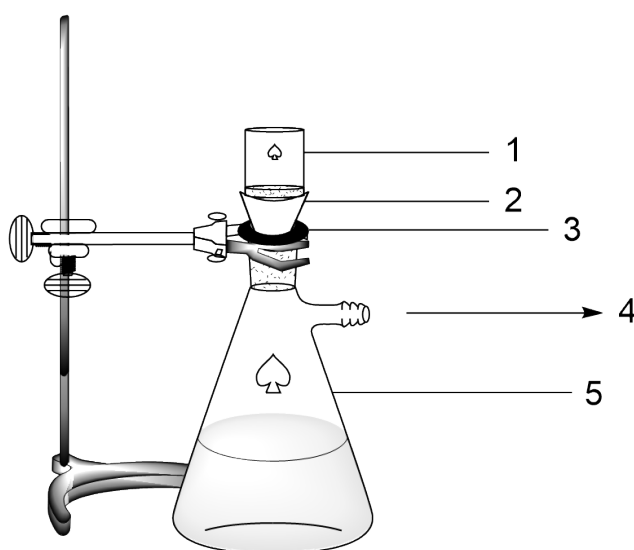

图 4:1 = 玻璃砂芯漏斗, 2 = 锥形橡胶垫圈, 3 = 橡胶保护圈, 4 = 连接真空, 5 = 抽滤瓶。
13. 安装真空过滤装置：如图 4 所示，在铁架台上用铁夹锁紧抽滤瓶，确保锥形橡胶垫圈位于橡胶保护圈上。